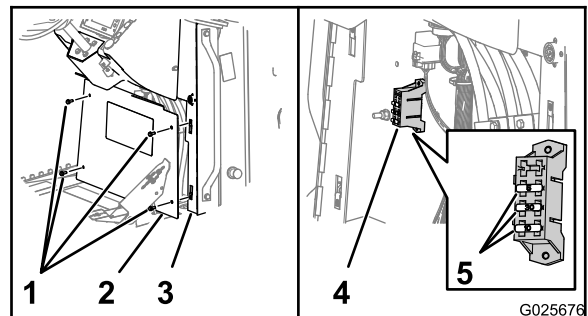

Bild 81
3. Entfernen Sie die vier Sechskantbundkopfschrauben (5/16" x 3"), mit denen die Abdeckung am Bedienfeld befestigt ist, und nehmen Sie die Abdeckung ab (Bild 81).
4. Ermitteln Sie die offene Sicherung und wechseln Sie sie mit einer Sicherung des passenden Typs und der entsprechenden Amperezahl aus (Bild 81).
6. Fluchten Sie das Loch in der Abdeckung mit den Mutterclips an den Flanschen des Bedienfelds aus (Bild 81).